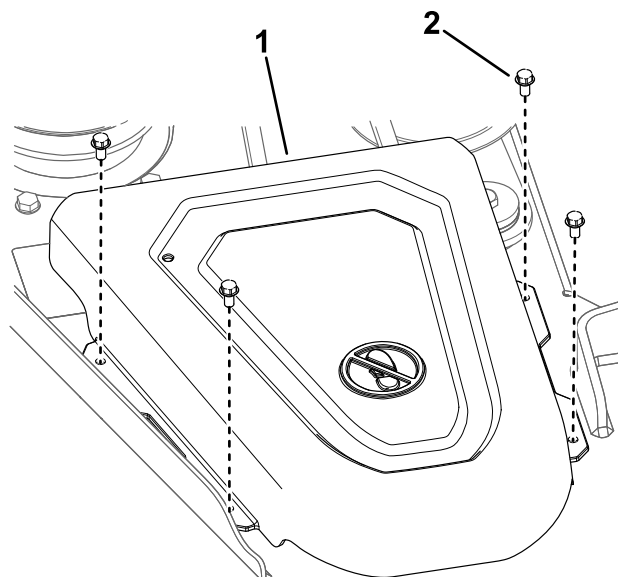

Figura 53
4. Retire las cubiertas de la polea (Figura 53).